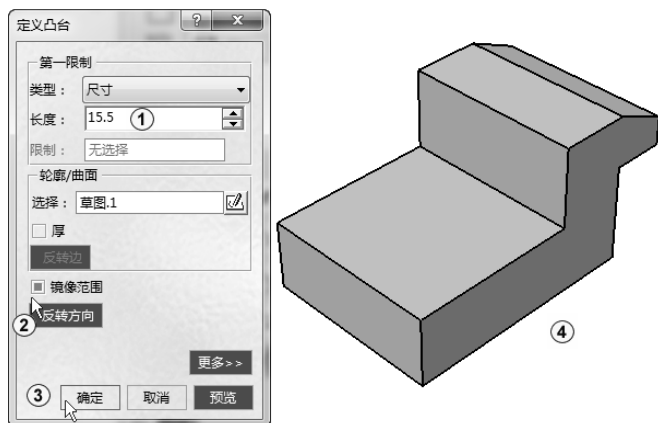

图 2-16 对称拉伸模型
单击“退出工作台”按钮，离开草图模式。单击屏幕右侧的“凸台”按钮，系统弹出“定义凸台”对话框，单击“类型”下拉列表框，在弹出的下拉菜单中选择“尺寸”，在“长度”文本框中输入数值 15.5，选中“镜像范围”复选框，其他采用默认设置，单击“确定”按钮完成凸台操作，如图 2-16 中①~③所示。单击屏幕最下方的“全部适应”按钮，单击屏幕下方的“等轴测视图”按钮，结果如图 2-16 中④所示。